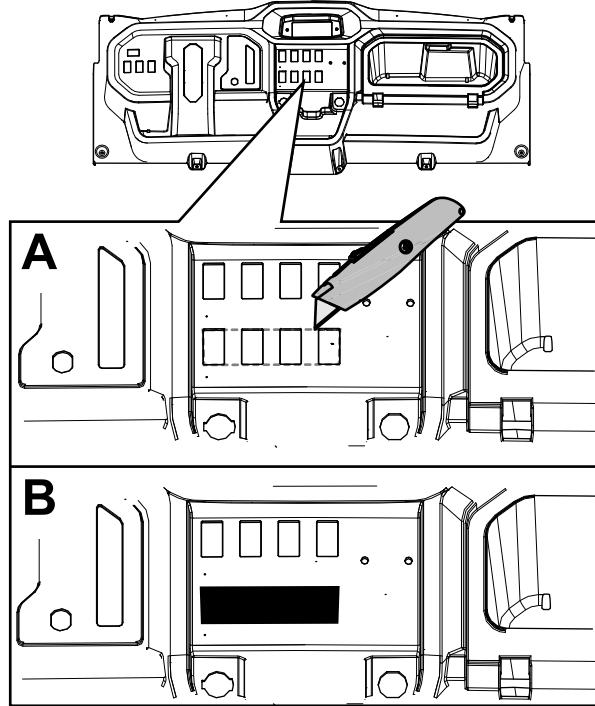

Figura 3
- No painel de instrumentos, retire os quatro tampões dos interruptores e corte o material entre os cortes dos interruptores (Figura 3).